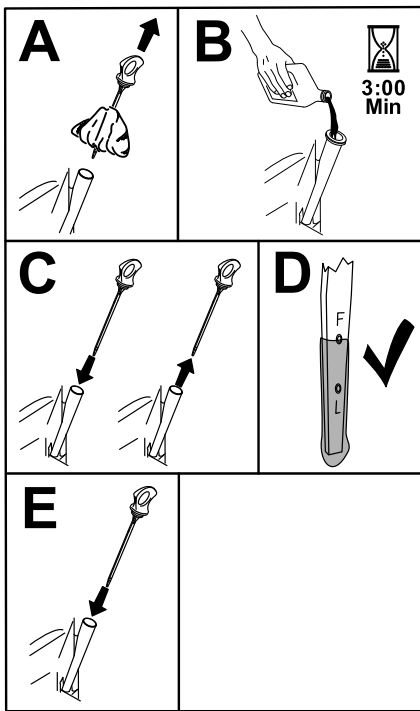

Figura 44
6. Vierta lentamente un 80 % aproximadamente del aceite especificado por el tubo de llenado, luego añada lentamente el resto del aceite hasta que llegue a la marca Lleno (Figura 44).